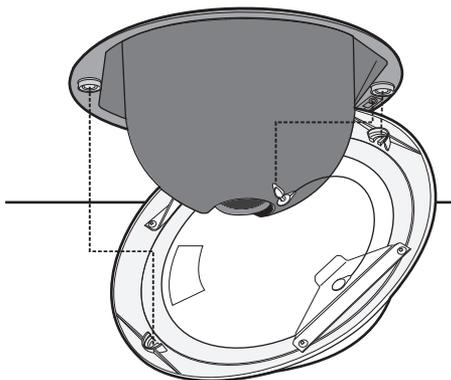

Figura 13. Instalação do dome inferior embutido no teto
1. Encaixe a presilha na extremidade da correia de ajuste no orifício na borda da back box (consulte figura 13).